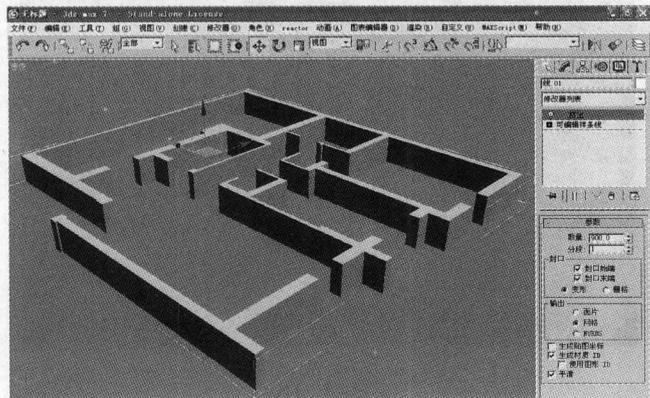

图 1-13
(3) 将文件导入 3D, 在【编辑】中选择【挤压】(Extrude) 命令, 将【数量】(Amount) 值设定为 900, 结果如图 1-13 所示。